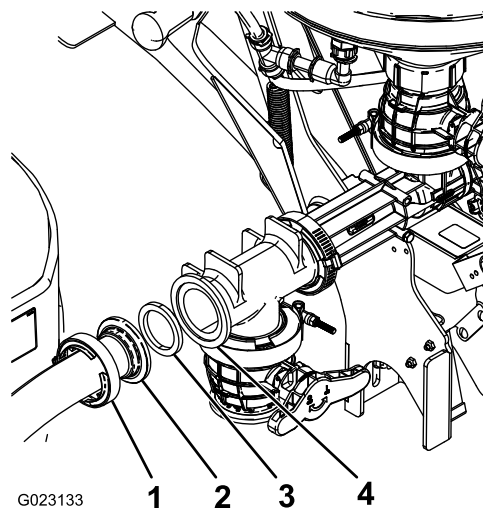

Figure 17
- Fixez l'autre extrémité du flexible à l'orifice avant du mélangeur au moyen d'un joint et d'un collier à vis sans fin (Figure 17).